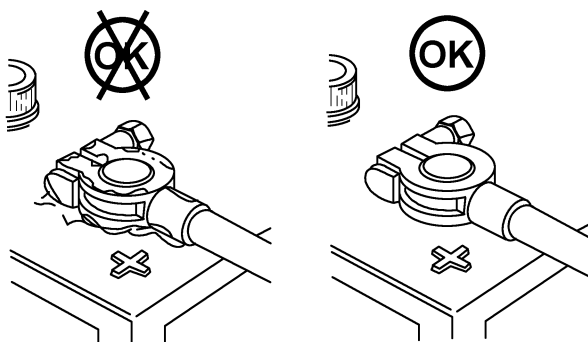
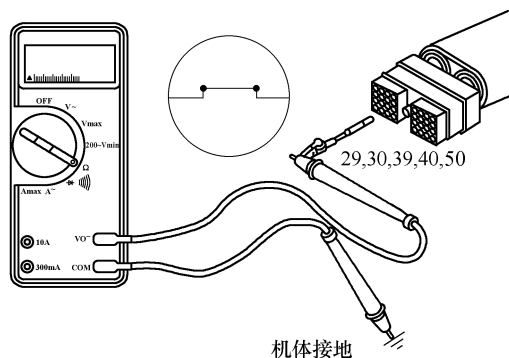

图 5-112 检查蓄电池电缆接头有无腐蚀和损坏
图 5-113 分别测量触针 29、30、39、40、50 与接地间的电阻
② 检查蓄电池电缆及插头有无腐蚀、损坏(图 5-112),根据需要维修或更换。
③ 从 ECM 上断开 OEM 线束,检查 ECM 和线束插头中是否有触针损坏。
④ 分别测量 ECM 插头中触针 29、30、39、40、50 与机体间的电阻(图 5-113),均应小于 10Ω 。如果电阻不合格,说明存在短路,应当进行维修。